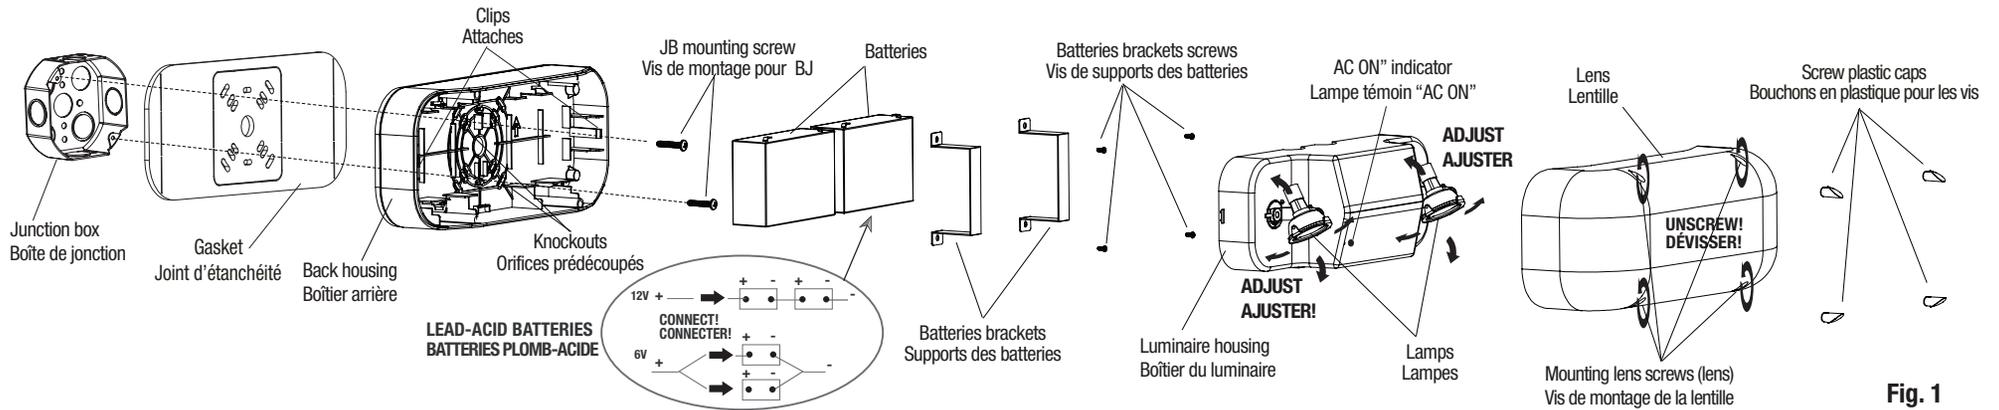

Fig. 1
3. Remove the lens, the luminaire housing and the batteries (detach the two brackets by unscrewing the four screws (use screwdriver PH2X))(see Fig. 1).
- 4.a For installation on the junction box only (Fig. 1), break through appropriate knockouts into the back housing. Paste properly the gasket on the back of the unit and route wires through the central hole.
- 6.a For installation on the junction box only (Fig.1), use the two screws to mount the back housing to the surface over the recessed junction box. Tighten the screws enough to compress the gasket to ensure a good sealed joint. (use screwdriver PH2X).
- For the batteries lead-Acid connect the cable(s) between the circuit board board and the not connected electrical pole(s) ("+" red color) of the battery (see Fig. 1 detail).
3. Enlever la lentille, le boîtier du luminaire et les batteries (détacher les supports de fixation en devisant les 4 vis (utiliser le tournevis PHx2) (voir la Fig. 1).
- 4.a Pour l'installation sur une boîte de jonction seulement (Fig. 1), défoncer les orifices prédécoupés appropriés dans le boîtier arrière. Coller correctement le joint d'étanchéité à l'arrière de l'unité et passer les fils électriques par l'orifice central.